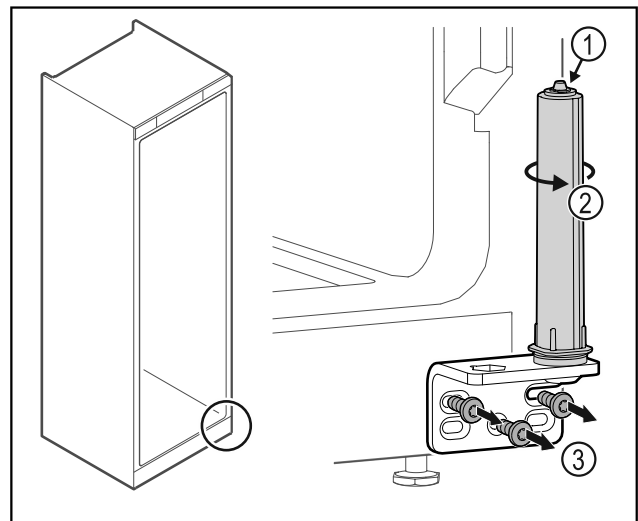

Fig. 46
► Не розбирати систему закриття дверей Fig. 46 (1).
- Повертати систему закриття Fig. 46 (2) до клацання.
- Відкрутити шарнірний кутик Fig. 46 (3).